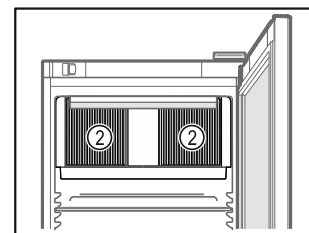

Fig. 72
- Cirkuliuojančio oro ventiliatoriaus vėsinimo plyšiai Fig. 72 (2) viduje turi būti neuždengti.